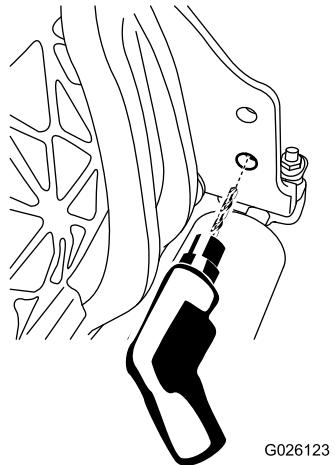

Figura 4
1. Allargate il foro inferiore sul lato destro dell'elemento di taglio mediante una punta per trapano da 9 mm (Figura 4).